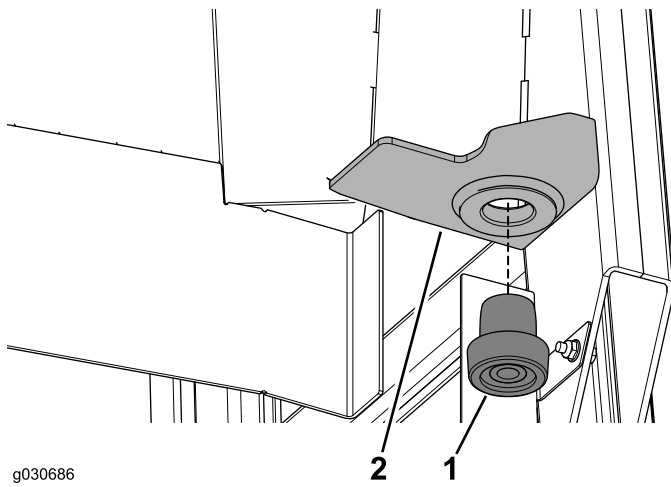

Figura 10
2. Introduzca un soporte antivibratorio en el orificio del soporte trasero derecho del bastidor de la cabina (Figura 10).